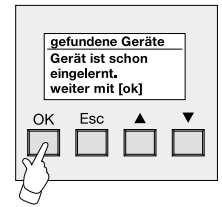

Bild 13:
10. Das gefundene und angewählte Endgerät ist bereits im Bluetooth Gateway eingelernt (vgl. Bild 13)!